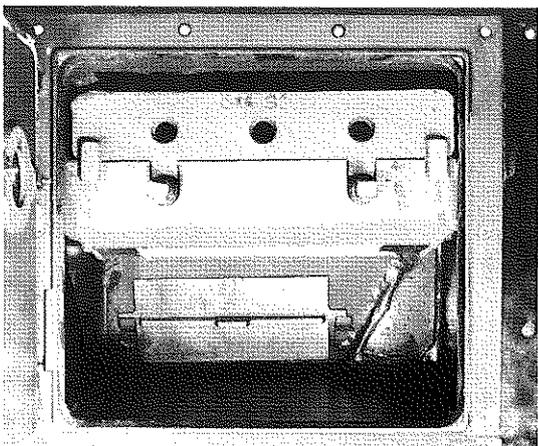

Fig 6 - TRAPPE DE RAMONAGE -- FOND DE CENDRIER
- vérifier l'étanchéité de la trappe de ramonage située derrière le cendrier. (fig 6)